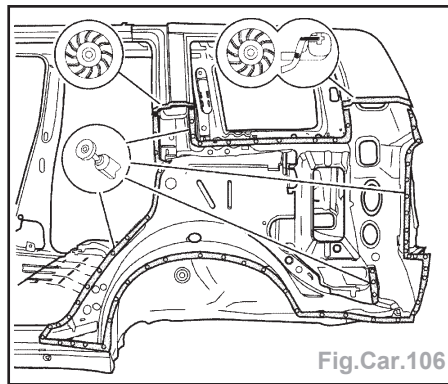

Fig.Car.106
- Meuler les points de soudure avec une meuleuse à disque (Fig.Car.106).